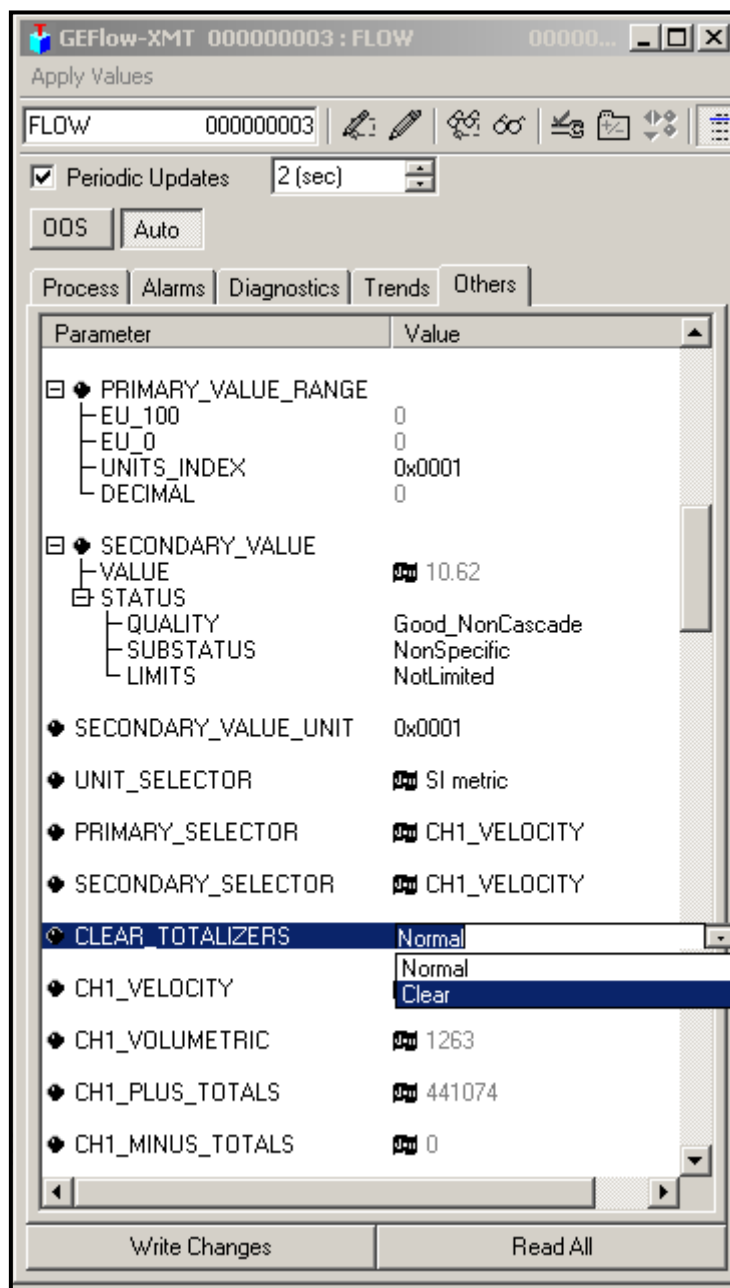

Figura 43: Lista desplegable Borrar totalizadores
3. Seleccione **Clear (Borrar)** del cuadro de lista desplegable (ver Figura 43).